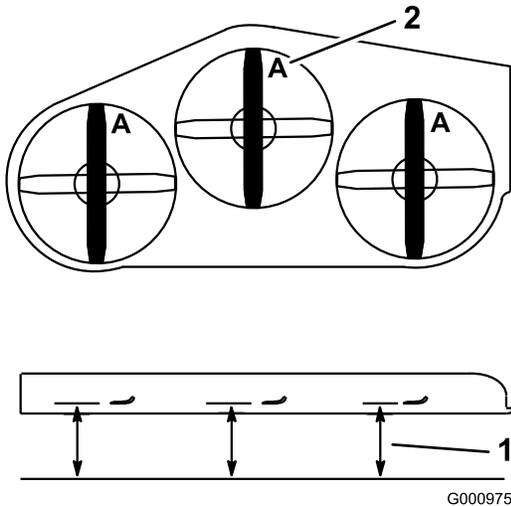
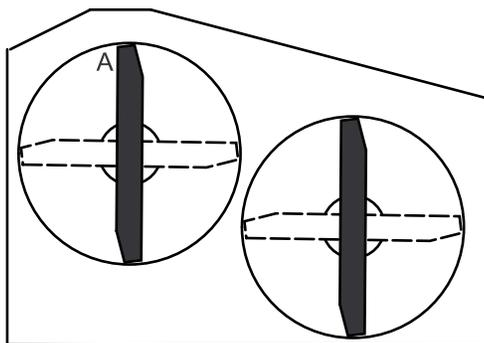

Figura 78
Figura 79
3. Con la máquina ubicada en una superficie nivelada, coloque una cuchilla en posición longitudinal. Mida en la posición **A** desde una superficie nivelada hasta el filo de corte de los extremos de la cuchilla (Figura 78). Para las plataformas de cortacésped de 36 pulgadas, consulte la Figura 79.